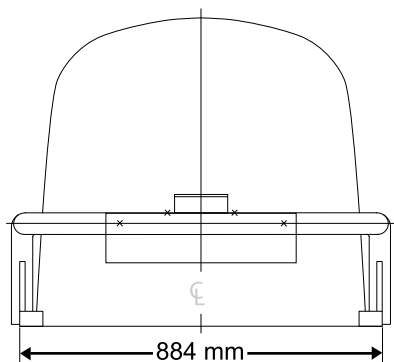

Figure 3
1. Percez 4 trous (5 mm de diamètre) dans le cadre ; voir Figure 2 et Figure 3. Utilisez la plaque d'immatriculation comme gabarit.